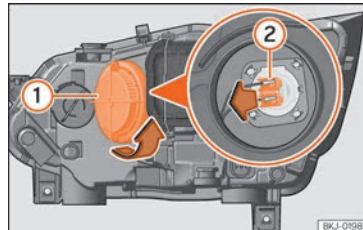

Abb. 54 Im Motorraum: Glühlampe Fernlicht.
- Drehen Sie die Abdeckung **1** nach links und nehmen Sie sie heraus » **Abb. 54**.